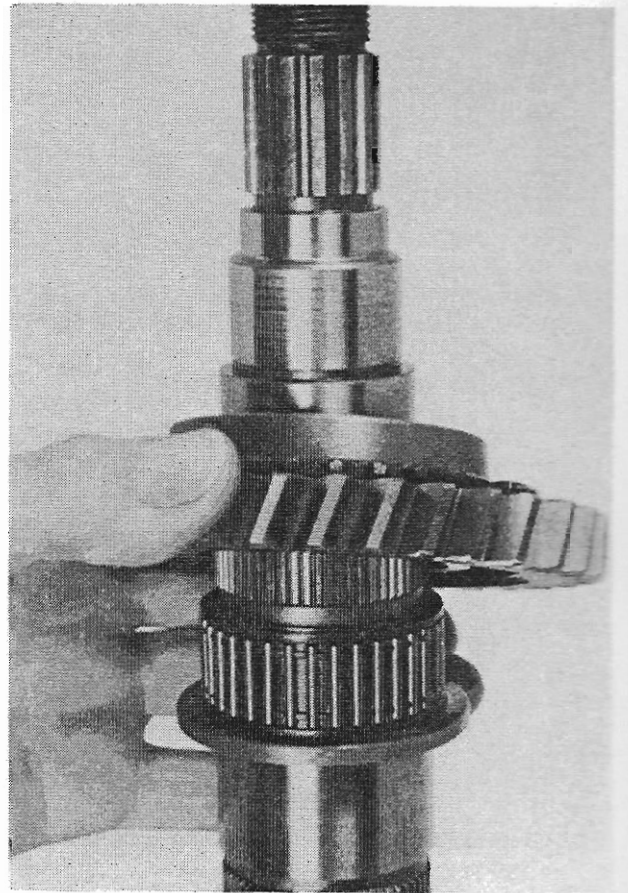

Abb. 31
1. Hauptwelle (419) zwischen weichen Backen in den Schraubstock spannen (Abtriebsseite oben).
2. Nadelkäfig (425) und Rückwärtsgangrad (426) mit der Kupplungsverzahnung nach oben auf die Welle schieben (Abb. 31).